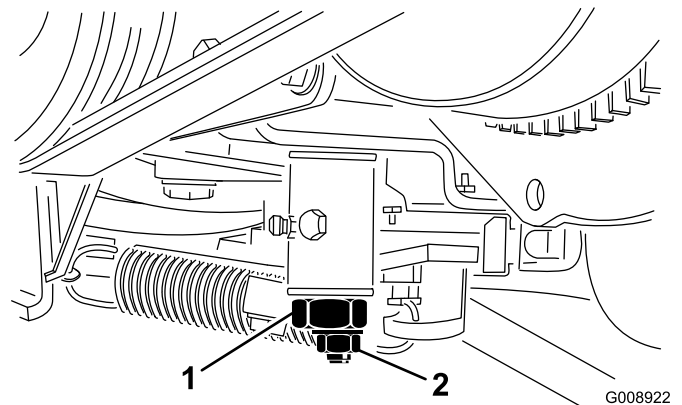

Bild 48
2. Lockern Sie den Anschluss des Gaszuges am Arm der Einspritzpumpe (Bild 48).